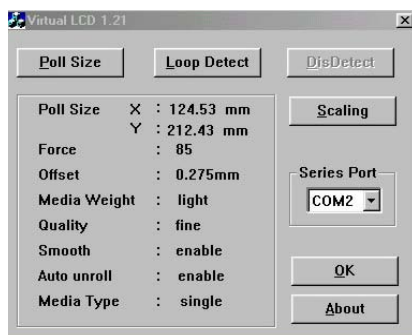

Abb. 4-1
Wenn LOOP DETECT verwendet wird, wird eine ununterbrochene Überwachung der Konfiguration des Plotters durchgeführt. Jede Veränderung am Plotter, wie z.B. Schneidekraft oder Offset, werden erkannt und unmittelbar im VLCD™ angezeigt (siehe auch Abb. 4-1).
1. Drücken Sie die Scaling Schaltfläche, und wählen Sie den passenden seriellen Anschluß. Klicken Sie dann OK (siehe Abb. 4-1).
1. Klicken Sie Scaling, und wählen Sie den entsprechenden seriellen Anschluß. Klicken Sie dann OK (siehe Abb. 4-1).
1. Klicken Sie „Scaling“, und wählen Sie dann den entsprechenden seriellen Anschluss. Klicken Sie dann OK (siehe Abb. 4-1).